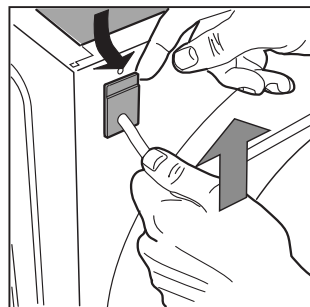

Abb. 5
4. Drücken Sie den oberen Teil der Kabeldurchführung leicht von der Rückwand weg, ziehen Sie daraufhin das Versorgungskabel nach oben hin heraus [Abb. 5]. **Gehen Sie in umgekehrter Reihenfolge vor, um das neue Kabel anzuschließen.**